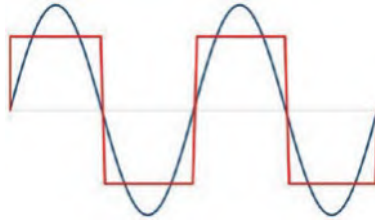

Рисунок 16-3. Прямоугольное колебание, аппроксимирующее синусоидальную волну
Непрерывная синусоидальная волна заданной частоты генерирует звук, который аппроксимируется прямоугольным колебанием (см. рис. 16-3). Подключим пьезопреобразователь к контакту микроконтроллера ESP8266 или ESP32, генерирующему прямоугольную волну с частотой 440 Гц, что соответствует музыкальной ноте «ля» (A) в середине диапазона октав⁸⁹. Инструкции для микроконтроллера ESP8266 следующие: